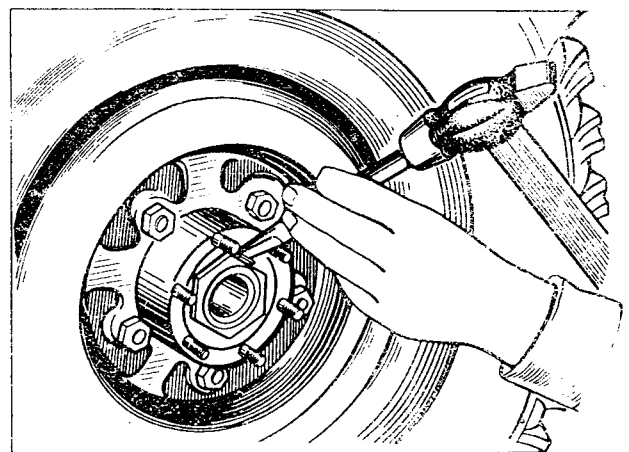

Bild 165. Sicherung der Radnabenlagermuttern
7. Mutter um  $1/4...1/3$  Umdrehung ( $1,5...2$  Kanten) lösen und Sicherungsscheibe aufsetzen. Gegenmutter anziehen und durch Umbiegen der Scheibennase um die Mutter- und Gegenmutterkante absichern (Bild 165).